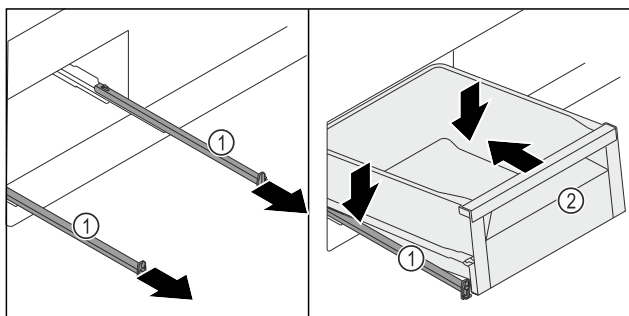

Fig. 127
- ▶ Kolejničky Fig. 127 (1) vysuňte.
- ▶ Kolejničky Fig. 127 (1) pevně držte a zásuvku Fig. 127 (2) nasadte šikmo shora na kolejničky Fig. 127 (1).
- ▶ Zásuvku Fig. 127 (2) na kolejničkách Fig. 127 (1) zasuňte až na doraz směrem dozadu.